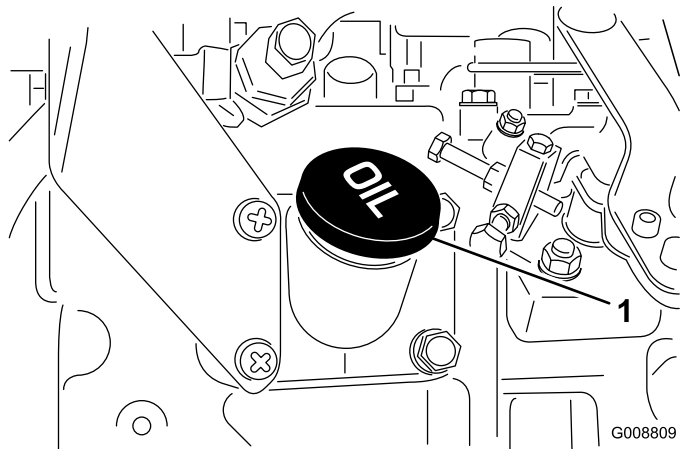

図 19
4. 不足している場合安全範囲よりも下は、補給管についているキャップ 図 19 を取り、Full 位置までオイルを補給する。入れすぎないこと。